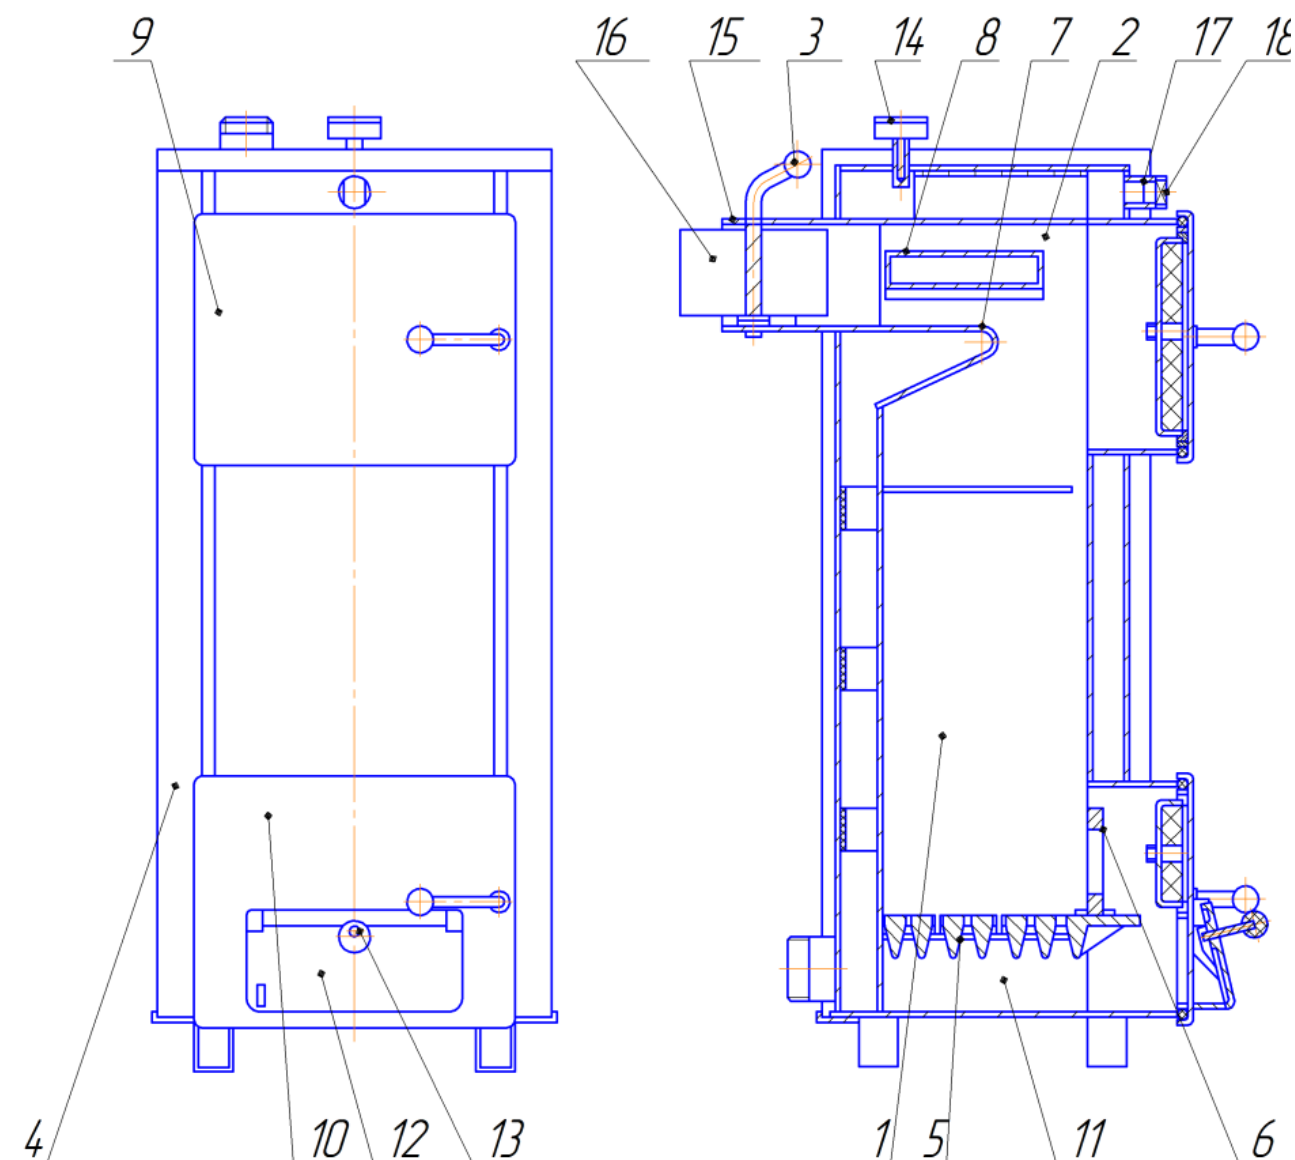

Рисунок 5.1 - Устройство котла для работы на твердом топливе.
5.1 Котёл отопительный водогрейный стальной (рисунок 5.1) представляет собой сварную конструкцию прямоугольной формы, состоящую из топки 1, конвективного газохода 2 и кожуха 4. В нижней части топки устанавливают колосники 5 с шуровочным щитком 6. Для более полного омыwania поверхности нагрева продуктами сгорания задняя стенка топки в верхней части выполнена в виде теплопоглощающего козырька 7.
1) снимается нижняя дверца котла 10 и вынимаются из топки колосники 5 и шуровочный щиток 6 (см. рисунок 5.1);